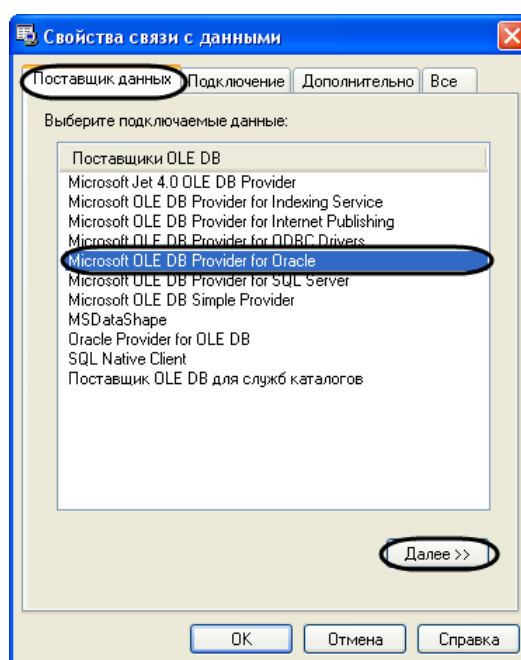

Рис. 7.5—3. Выбор поставщика данных для подключения базы данных Oracle
5.3.1. На вкладке «Поставщик данных» диалогового окна «Свойства связи с данными» выбрать значение «Microsoft OLE DB Provider for Oracle» или «Oracle Provider for OLE DB» (Рис. 7.5—3).
5.3.2. Перейти на вкладку «Подключение» или нажать кнопку «Далее>>» (см. Рис. 7.5—3).